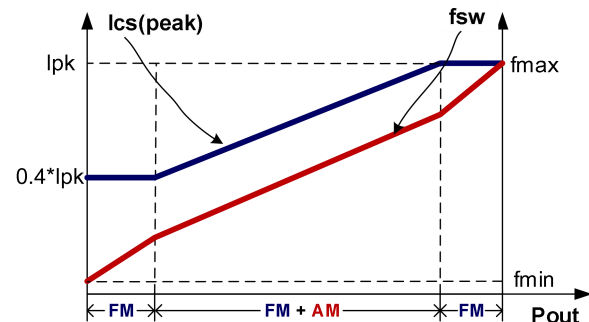

图 4
如图 4 所示，为了满足严苛的平均效率和待机功耗要求，DP2513XC 采用了调幅控制 (AM) 和调频控制 (FM) 结合的多模式控制技术。